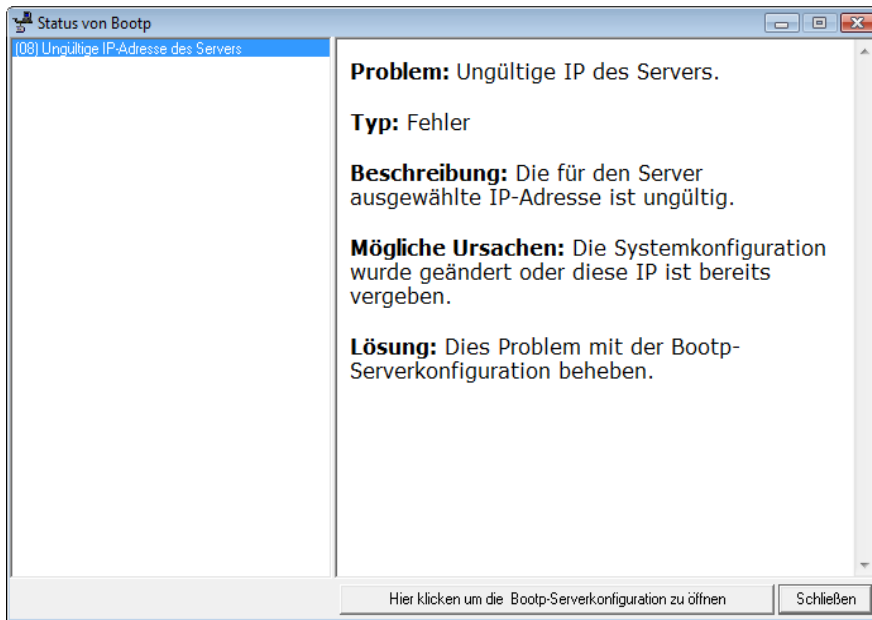

Abbildung 9-1 Dialogfeld Status von Bootp (Beispiel)
- c) Im Dialogfeld **Status von Bootp** (siehe Abbildung 9-1 auf Seite 463):